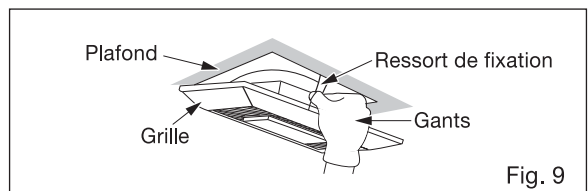

Fig. 9
13. Insérez l'autre ressort de fixation dans la fente tel qu'illustré et fixez la grille au boîtier du ventilateur. (Fig. 9)